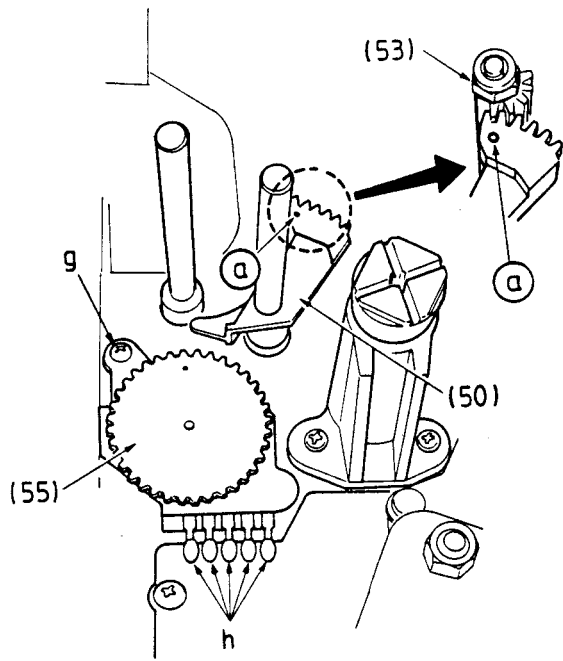

Fig. 56
9.8 Funktionswahlschalter (55), P5-Zahnsegment (50)
- Funktionswahlschalter (55) einsetzen, Schraube "g" eindrehen und Kontakte "h" anlöten (Fig. 56).
9.8 Mode Select Switch (55), P5 Toothed Segment (50)
- Fit the mode select switch (55), tighten the screw "g" and solder the contacts "h" (Fig. 56).
- Fit the P5 Toothed Segment (50) as shown in Fig. 56. The marked hole (a) on the P5 Toothed Segment (50) must be aligned towards the first tooth of the Tooth Segment on the P5 Lever (53).
9.8 Selettore di funzioni (55), segmento dentato P5 (50)
- Inserire il selettore di funzioni (55), fissare la vite "g" e saldare i contatti "h" (fig. 56).
- Posizionare il segmento dentato di P5 (50) corrispondentemente alla fig. 56. Il foro (a) di questo segmento deve coincidere con il 1° dente del segmento della leva P5 (53).